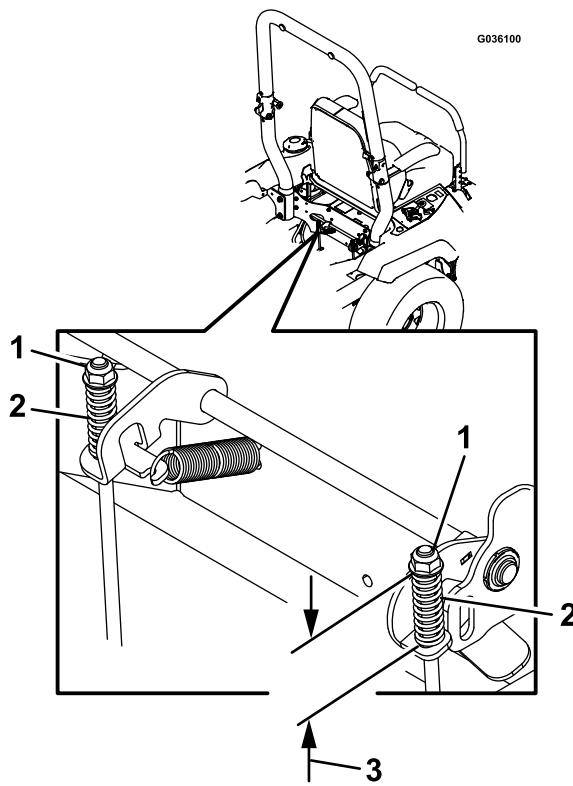

Figura 52
7. Compruebe la longitud de ambos muelles como se muestra en Figura 52. Si se requiere un ajuste, gire la tuerca superior en el sentido de las agujas del reloj para acortar el muelle y en el sentido contrario a las agujas del reloj para alargarlo.